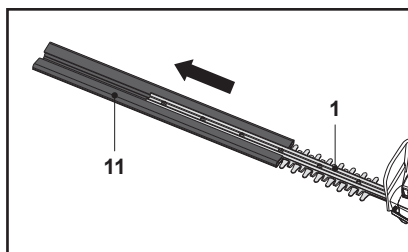

Fig. 2
1. Retire a cobertura da lâmina (11) do dispositivo de corte (lâmina) (1) antes da utilização (Fig. 2).
2. Guarde a cobertura da lâmina (11) em segurança.